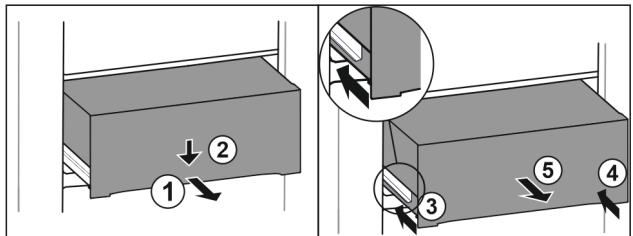

Fig. 86
- Витягніть ящик на половину. Fig. 86 (1)
- Спрямуйте висувний ящик вниз спереду. Fig. 86 (2)
- Вставте ліву рейку приблизно на 2 см. Fig. 86 (3)
- Вставте праву рейку приблизно на 2 см. Fig. 86 (4)
- Вийняти висувний ящик рухом вперед. Fig. 86 (5)